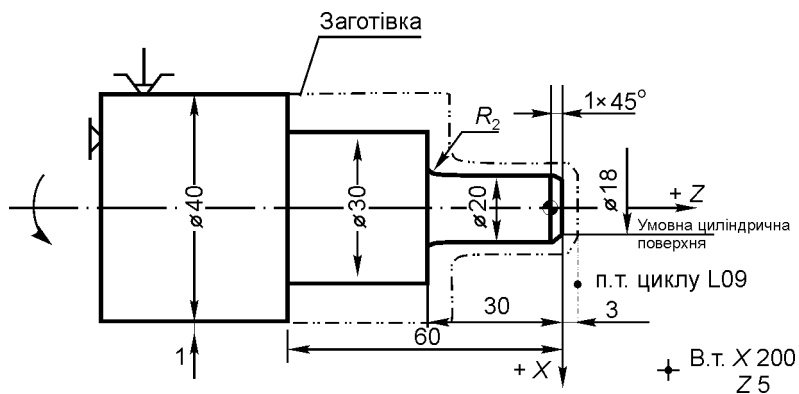

Рисунок 10 – Ескіз деталі до прикладу програмування циклів L09, L10
4.4. Приклад побудови КП обробки валика (рис.10) з використанням постійних автоматичних циклів L09 та L10